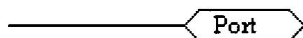

图1.15 端口与导线的连接
- (6) 连线与端口。图 1.15 显示了端口与连线的连接。